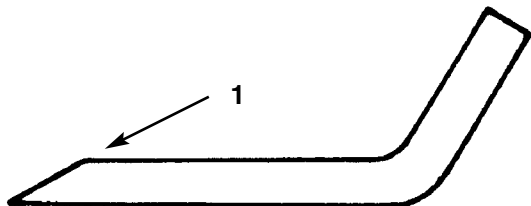

Fig. 36
1. Kvess klippeeggen i begge ender av kniven med en fil (fig. 36). Den opprinnelige vinkelen må beholdes. Kniven beholder balansen hvis du fjerner like mye metall fra begge eggene.